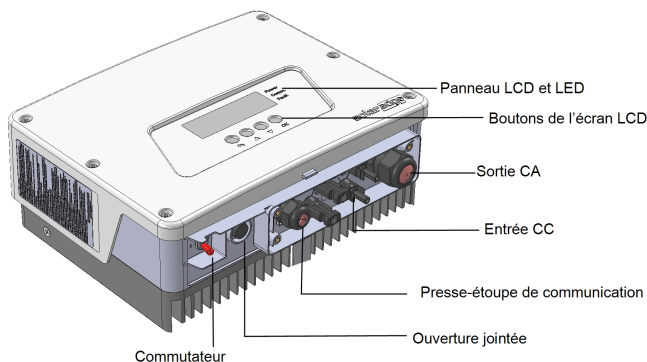

Figure 3: Les interfaces de l'onduleur
4. Ouvrez le presse-étoupe du câble CA et insérez le câble dans le presse-étoupe (voir la Figure 3).